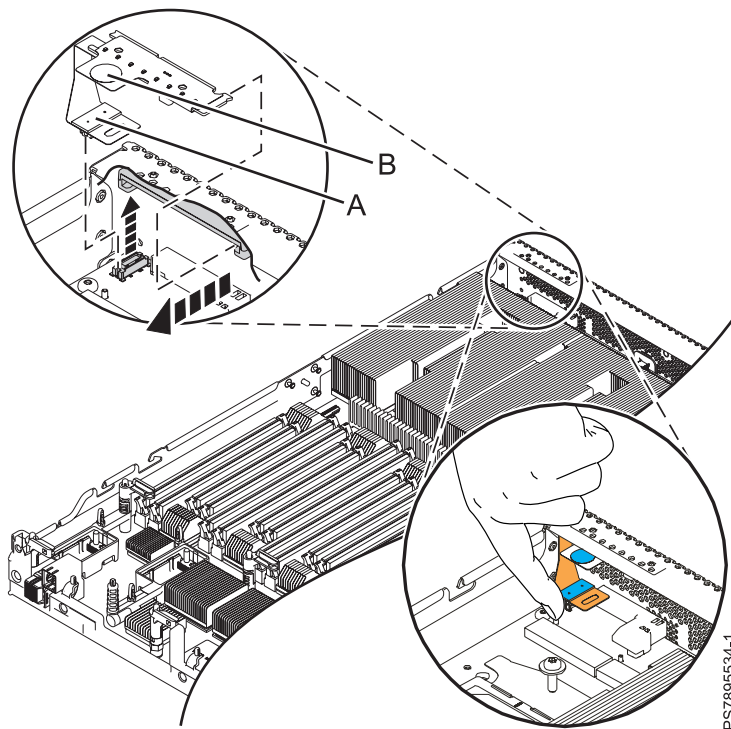

Figure 29. Retrait du panneau Lightpath Diagnostics
Pour retirer le panneau Lightpath Diagnostics, présenté dans la figure 29, suivez la procédure ci-dessous.
- Déconnectez le câble (A) de la carte mère. Pour des raisons pratiques, placez-vous face au noeud de traitement. Glissez l'index sous la connexion du câble et poussez-le vers le haut comme illustré par la figure 29, à la page 72.